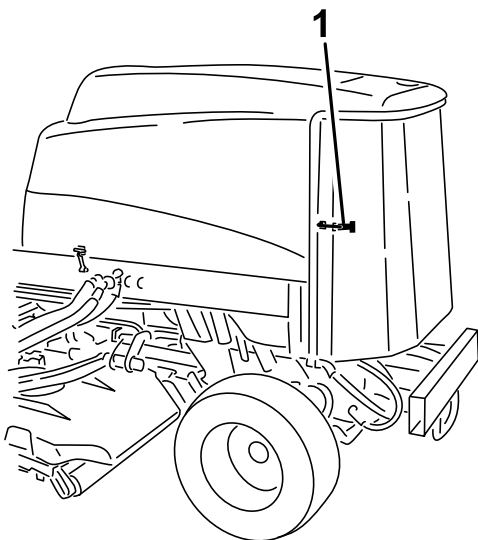

Bild 64
1. Entriegeln und schwenken Sie das hintere Gitter in die geöffnete Stellung (**Bild 64**).